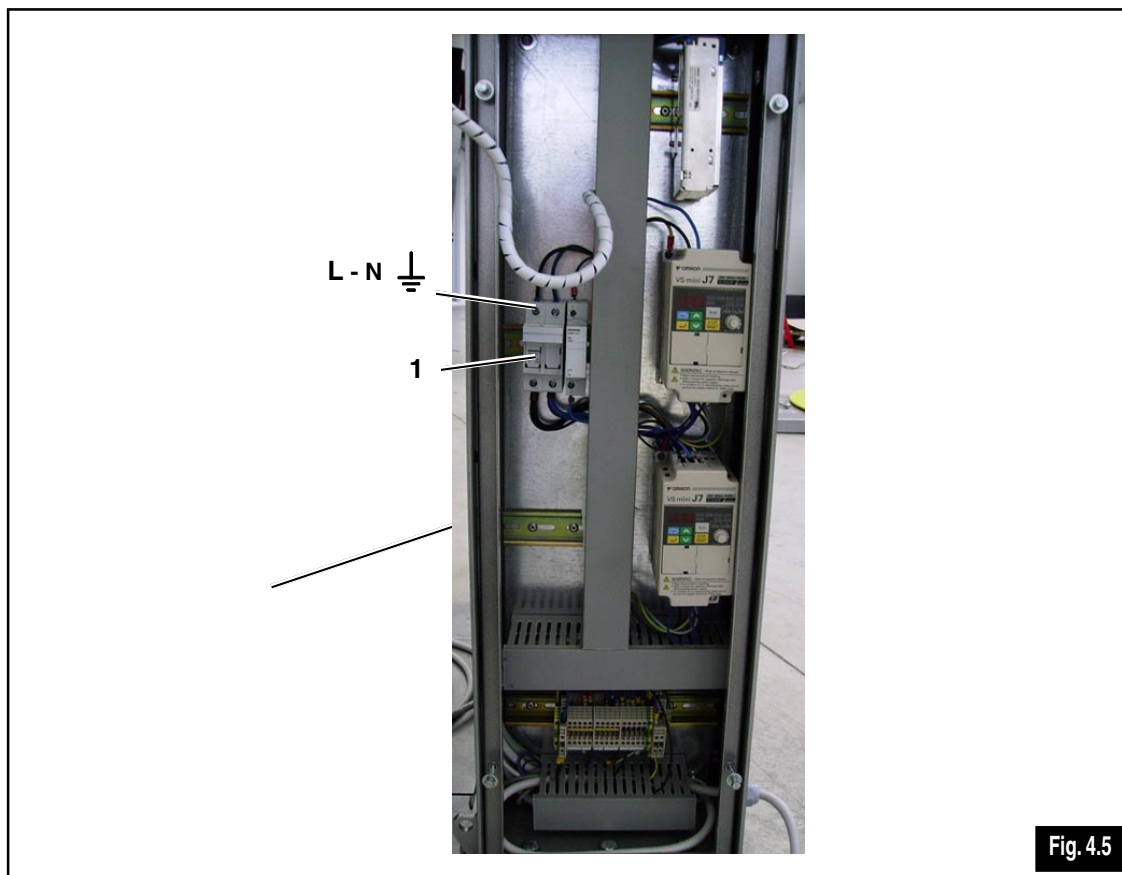

Fig. 4.5
1) Insert the power supply lead (1 - fig. 4.5) into the electrical cabinet.
1) Inserire nell'armadio elettrico il cavo d'alimentazione (1 - fig. 4.5).
- 2)  **RIMUOVERE LE COPERTURE DALLA MORSETTIERA (2 - FIG. 4.5) DI POTENZA (MORSETTI SIGLATI "L - N", \perp).**
- 3)  **TAKE CARE WHEN CONNECTING THE POWER WIRES TO THE TERMINALS MARKED "L - N", \perp (FIG. 4.5).
- 3)  **FARE ATTENZIONE NEL COLLEGARE I FILI DI POTENZA AI RELATIVI MORSETTI CONTRADDISTINTI "L - N", \perp (FIG. 4.5).